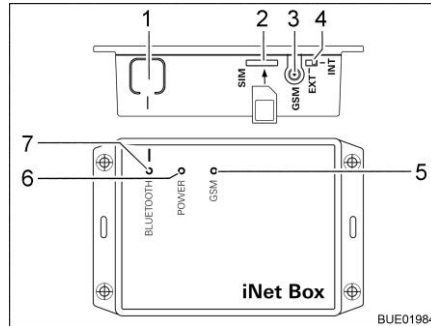

Bild 230 Truma iNet-Box
- Tryck in knappen BLUETOOTH (Bild 230,1) på iNet-Box i 1 sekund. Truma iNet-Box förblir synlig i ungefär 2 minuter i mobil terminalenheten (Namn: "Truma iNet-Box"). Under denna tidsrymden, blinkar den blå lysdioden BLUETOOTH (Bild 230,7).
- Skjut försiktigt in mini-SIM-kortet med ett telefonnummer och tillräckligt med kredit, i kortutrymmet i Truma iNet-Box, enligt beskrivningen (Bild 230,2) tills det hakar fast. Den röda lysdioden GSM (Bild 230,5) ska blinka kontinuerligt. När den röda lysdioden tänds efter 20 sekunder: Testa mini-SIM-kortet.